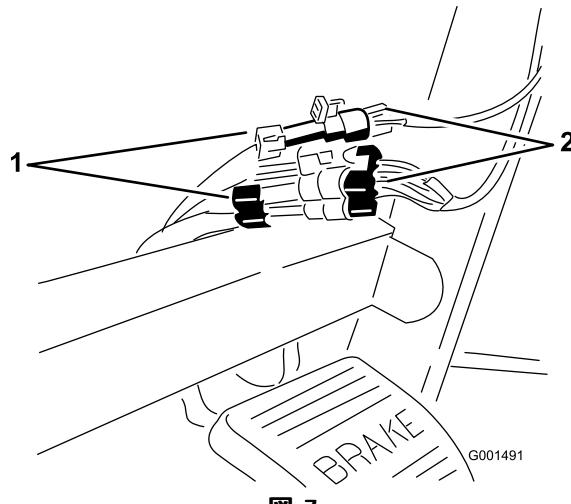

図 7
7. スプレー・プロの電気コードのコネクタを、ダッシュボード下にあるコネクタに接続する(図 7)。